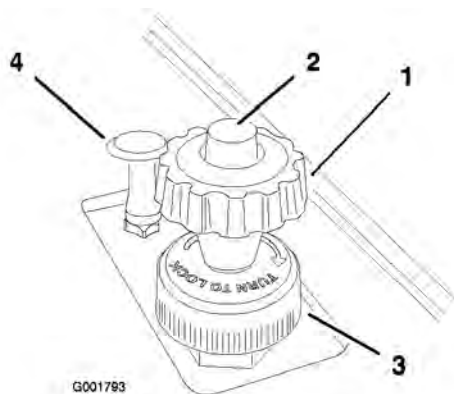

Figura 22
2. Pulse el botón de la parte superior del pomo del limitador de velocidad y tire hacia arriba del mismo hasta que note que toca el pedal del acelerador, luego suelte el botón (Figura 22).
- Cuando haya logrado el ajuste deseado, puede bloquearlo girando la anilla de bloqueo en la base del limitador de velocidad en el sentido de las agujas del reloj hasta que haga tope (Figura 22). Para soltar este bloqueo, gire la anilla de bloqueo en el sentido contrario a las agujas del reloj hasta que quede suelta.